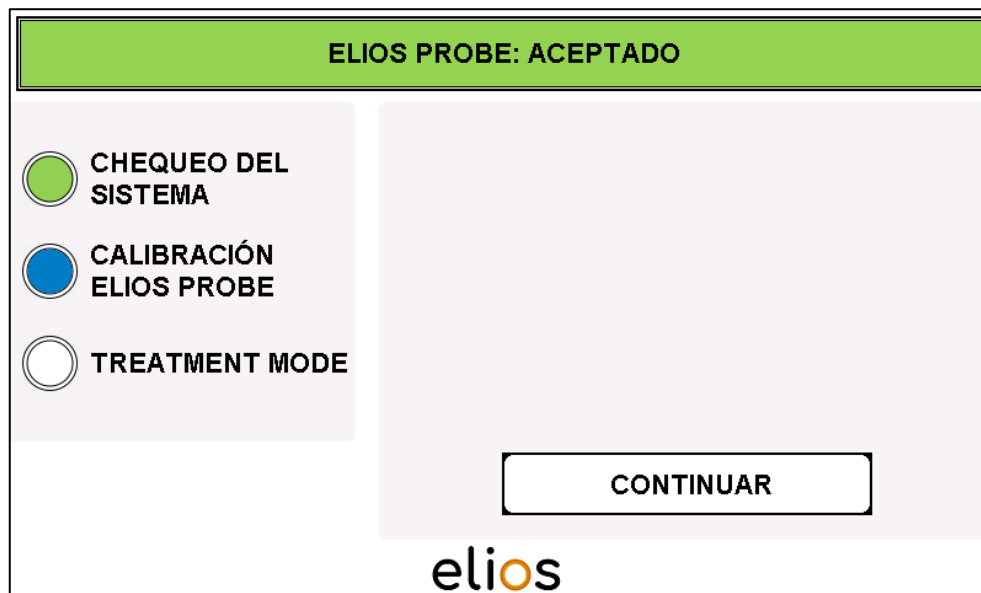

Fig. 4-7: Reconocimiento de la fibra – ELIOS PROBE: ACEPTADO
- Si se conecta una nueva fibra estéril a la ELIOS laser console, se indica la notificación "**ELIOS PROBE: ACEPTADO**". Para acceder al siguiente elemento del menú, pulsar "**CONTINUAR**" (Fig. 4-7).